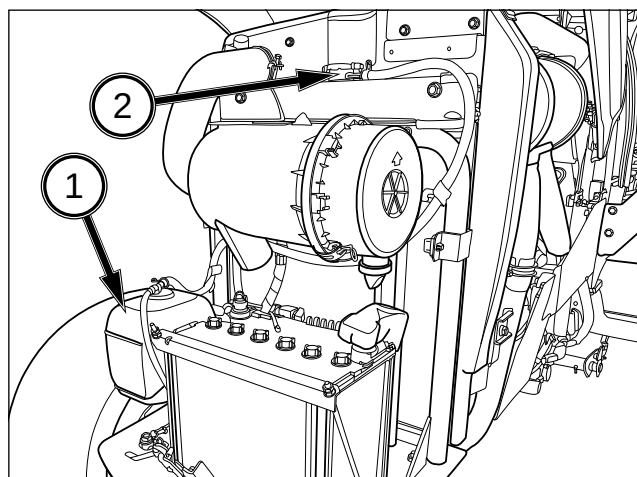

FIG. 91
FIG. 91 : Le radiateur comporte un vase d'expansion (1) pour garder constant le niveau du liquide de refroidissement dans le radiateur. Vérifiez le niveau dans ce vase d'expansion lors de l'inspection quotidienne.